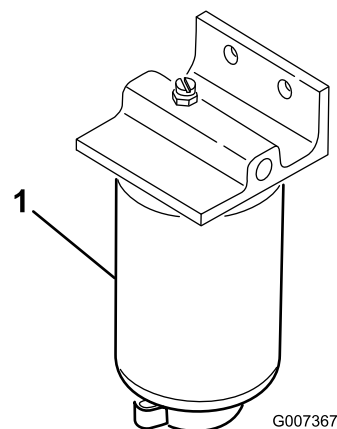

Figura 54
Drene el agua y otros contaminantes del separador de agua (Figura 54) a diario. Cambie el cartucho del filtro cada 400 horas de operación.
2. Afloje el tapón de vaciado en la parte inferior del cartucho del filtro (Figura 54).